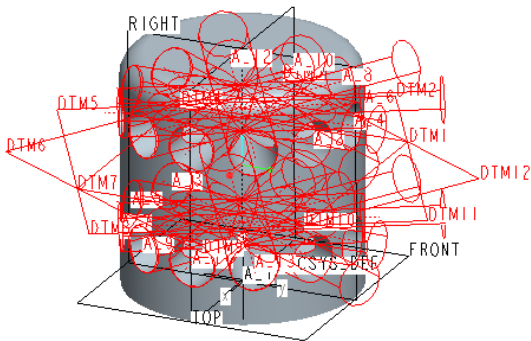
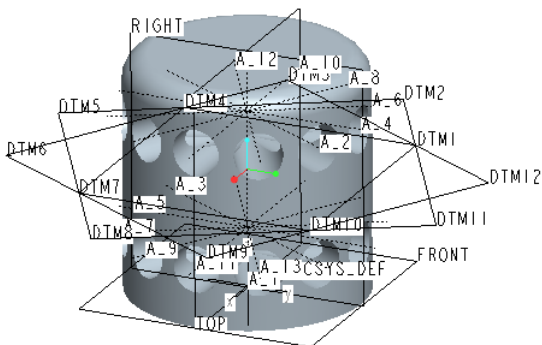
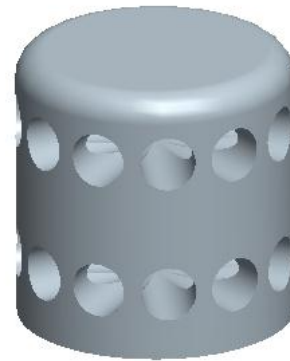

図 13-74 パターン化による穴の形成過程
図 13-75 パターン化による穴の形成過程
図 13-76 多数穴の形成完了状態
- これで「フィーチャー完了」を押と、パターン化が実行されて複数の穴が一度に表示される。(図 13-74, 図 13-75, 図 13-76)